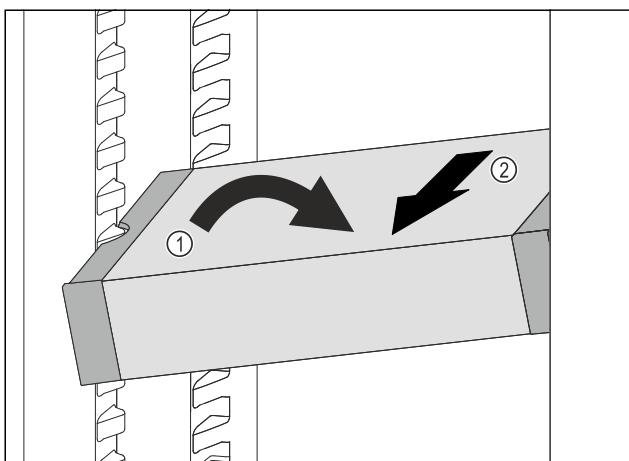

Fig. 114
- Predal VarioSafe postavite v hladilnik postrani. Fig. 114 (1)
- Predal VarioSafe izvlecite v smeri naprej. Fig. 114 (2)